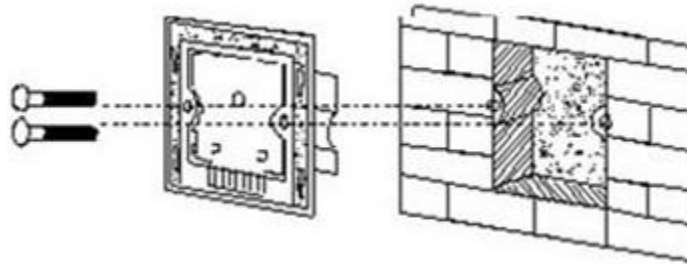

图 3
- ① “L” 接线柱——连接220V 电源的火线；
- ② “N” 接线柱——连接220V 电源的零线；
- ③ “Ln” 接线柱——连接受控灯具的灯线。
4) 安装开关底座，如图3所示，接好线后将触摸开关装在墙上暗盒内，再打上螺丝，使之固定在墙面，将底座装到墙上，再把触摸面板盖好并压紧。